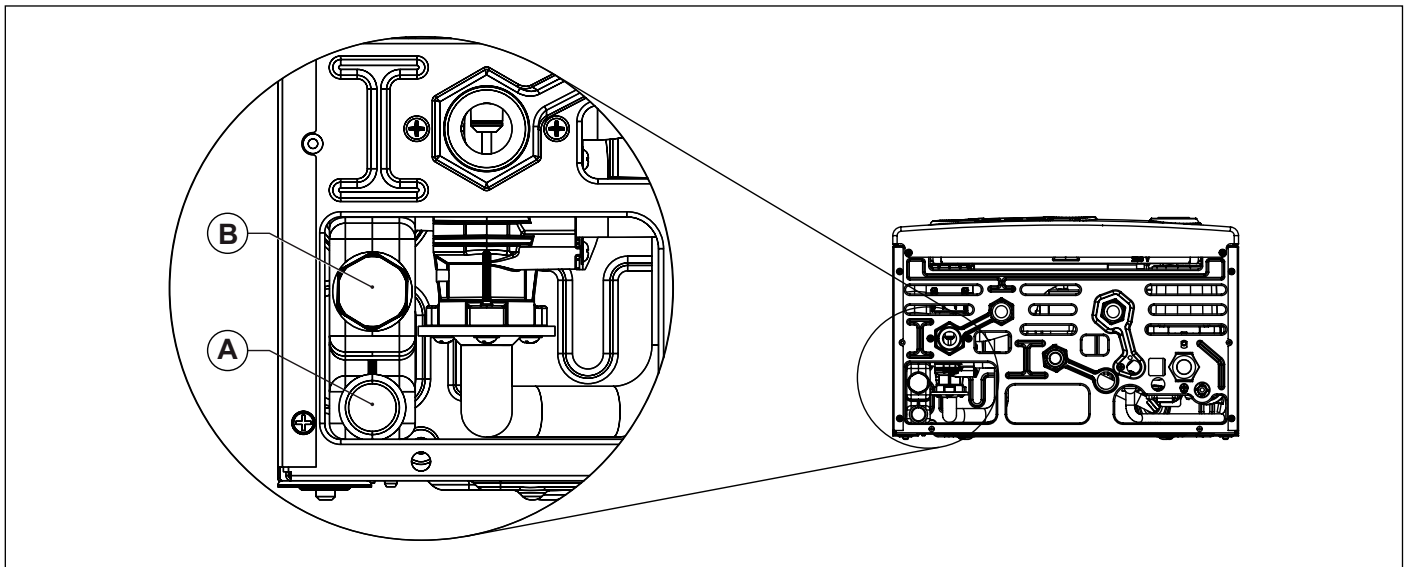

Рис. 21 Злив конденсату
Система відведення конденсату повинна бути приєднана до спеціального виходу (A) котла (див. Рис. 21 Злив конденсату).